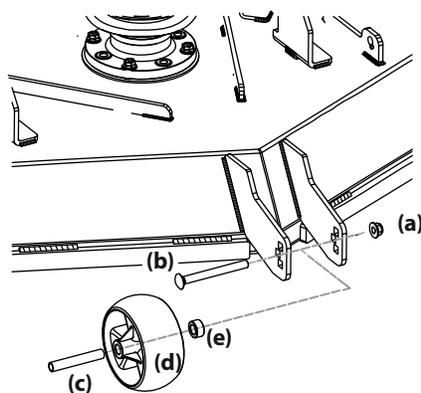

Figura 10
6. Retire la tuerca de seguridad (a) que fija una de las ruedas de calibración delanteras a la plataforma. Quite el tornillo con reborde (b), el separador tubular (c) y el espaciador con reborde (d) para quitar la rueda (e). Consulte la Figura 10.